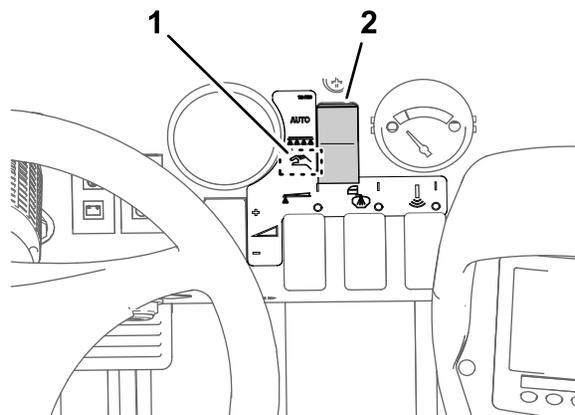

Figura 32
2. Mueva el interruptor del modo de fumigación al modo manual (Figura 32).